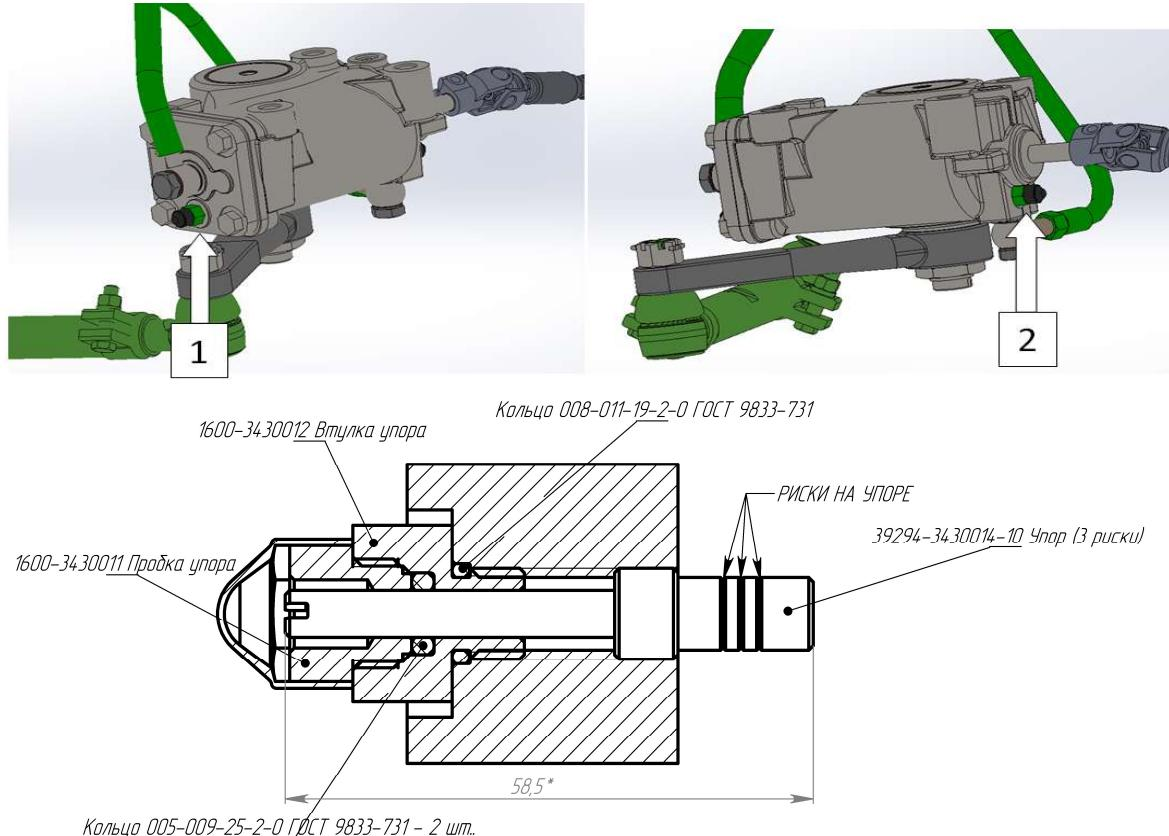

Рисунок 6.22
10. Снять защитные колпачки ограничительных винтов 1 и 2 (Колпачок №13 на болт M8 черный) с рулевого механизма (рисунок 6.22).
а) Ослабить «Пробки упоров 1600-3430011», придерживая «Втулку упора 1600-3430012». Вывернуть против часовой стрелки упоры 39294-3430014-10 (рисунок 6.22) ограничительных винтов 1 и 2.